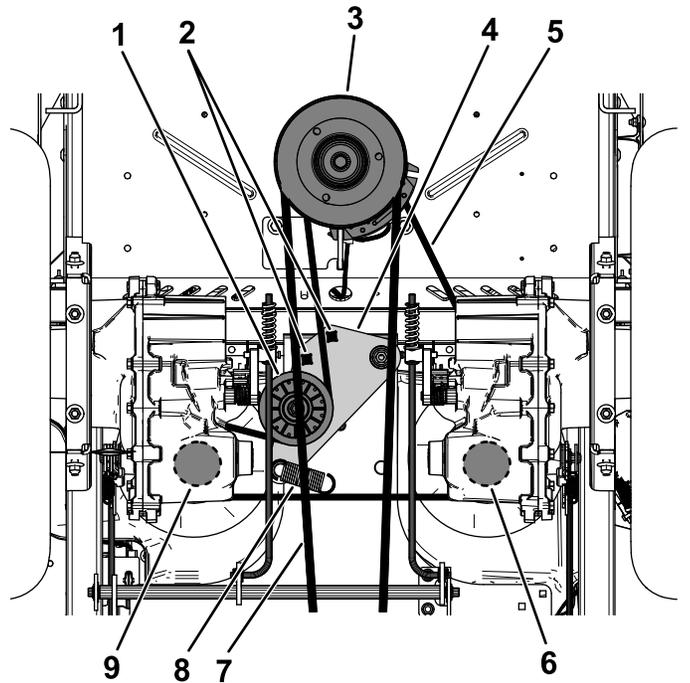

Figura 62
5. Utilice una llave de carraca de 1/2" o similar en uno de los taladros cuadrados del brazo tensor para aliviar la tensión del muelle tensor (Figura 62).
6. Retire la correa existente de la polea tensora, de las 2 poleas de transmisión de la bomba hidráulica y de la polea del motor (Figura 62).
7. Instale la correa nueva alrededor de la polea tensora, la polea del motor y de las 2 poleas de la bomba hidráulica (Figura 62).